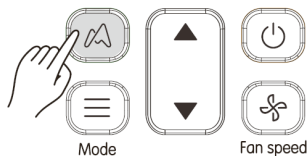

Figura 3.15
1) Pressione o botão  (consulte a Figura 3.15) para enviar o sinal da função de ETA do Kaysun à unidade interior. O símbolo  é apresentado.